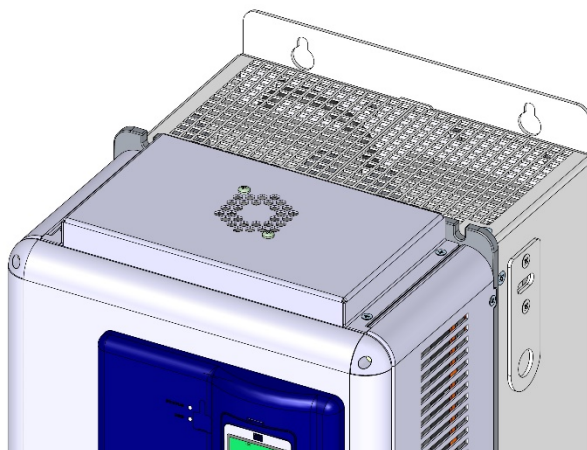

Figura B.14: Detalhe - Ventilador interno adicional
O CFW700E0226T4... possui um ventilador adicional conforme figura B.14. Esse ventilador deve ser acionado através de uma saída digital (DO) do cartão de controle. Recomenda-se utilizar uma entrada digital (DI) para verificação da sua velocidade (3° fio do ventilador – cabo branco). O controle e a monitoração da velocidade do ventilador devem ser implementados via softPLC. Para isso deve-se: